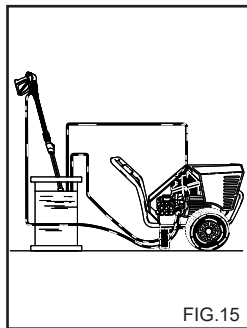

FIG.15
**FREMANGSMÅTE VED BRUK AV DEFROSTER (fig. 15).**